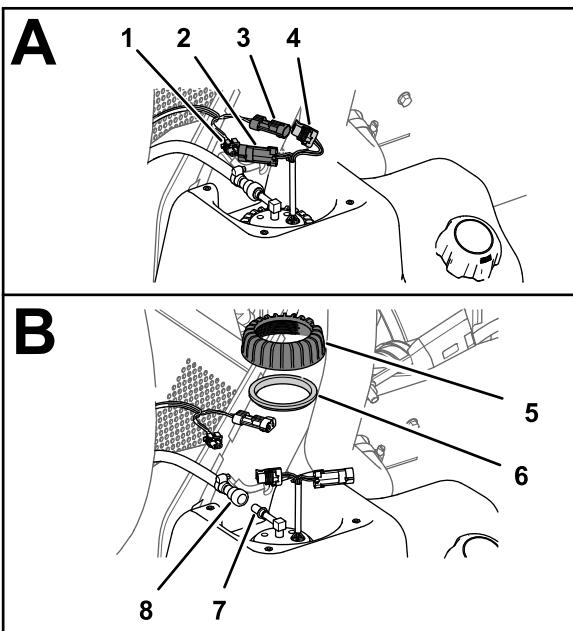

Figure 74
1. Débranchez le connecteur à 2 douilles sur le faisceau de la machine du connecteur à 2 broches sur la pompe à carburant/transmetteur ; débranchez le connecteur à 2 broches sur le faisceau de la machine du connecteur à 2 douilles sur la pompe à carburant/transmetteur (Figure 74).
2. Repoussez le manchon de verrouillage du raccord du flexible de carburant pour l'éloigner du raccord de la pompe à carburant/transmetteur, et débranchez le raccord du flexible du raccord de la pompe (Figure 74).
3. Tournez l'écrou de la pompe à carburant/transmetteur dans le sens antihoraire, et retirez l'écrou et le joint (Figure 74).